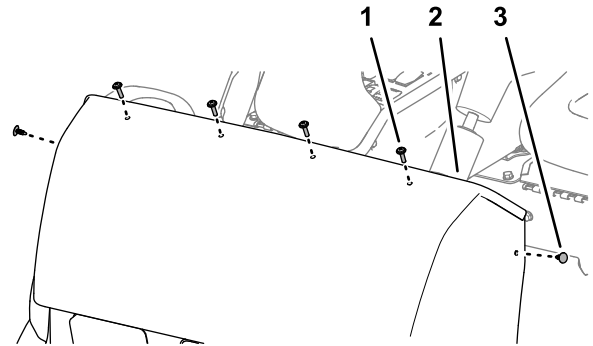

Figura 61
5. Remova os quatro parafusos de cabeça chata Phillips (1/4 x 1 pol.) que prendem o capot ao suporte do painel de instrumentos (Figura 61).
6. Retire os dois fixadores de pressão que prendem o capot ao suporte do painel de instrumentos (Figura 61).